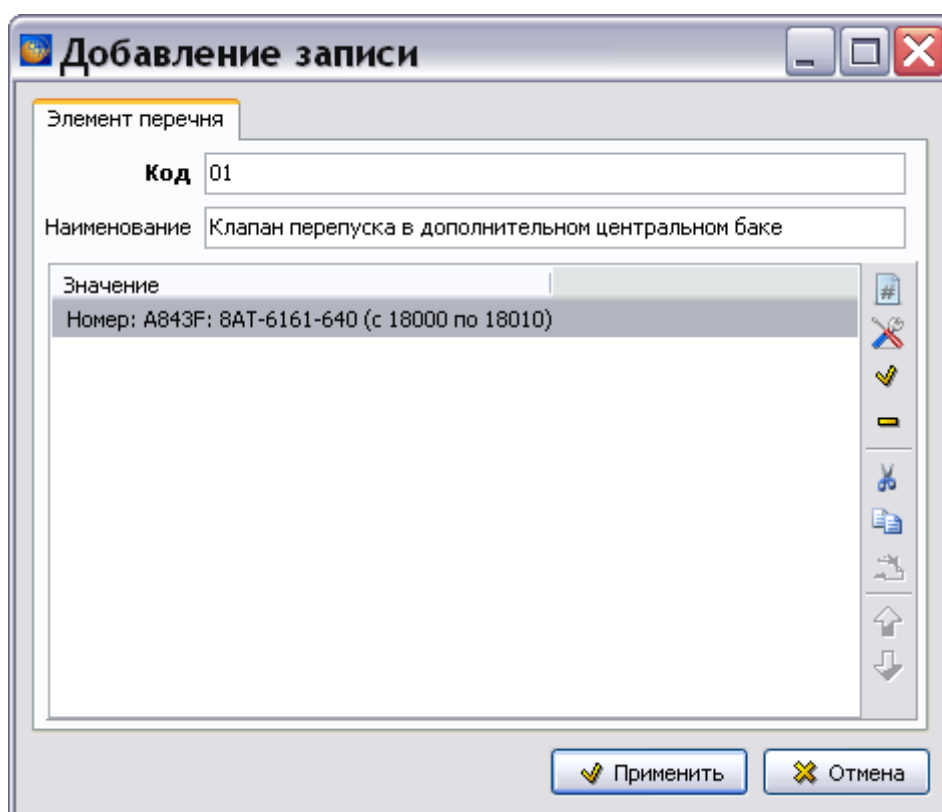

Рис. 12.10
9. После ввода идентификационных данных нажмите на кнопку **Применить** для возврата в окно **Добавление записи** для элемента перечня (Рис. 12.10).